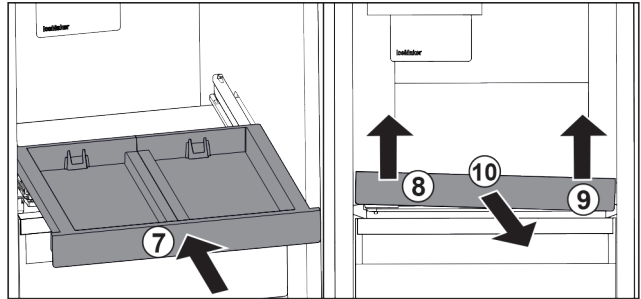

Fig. 24
- ▶ Inserire il ripiano estraibile. Fig. 24 (7)
- ▶ Sollevare il ripiano estraibile dalla parte anteriore a sinistra. Fig. 24 (8)
- ▶ Sollevare il ripiano estraibile dalla parte anteriore a destra. Fig. 24 (9)
- ▶ Rimuovere il ripiano estraibile tirandolo in avanti. Fig. 24 (10)